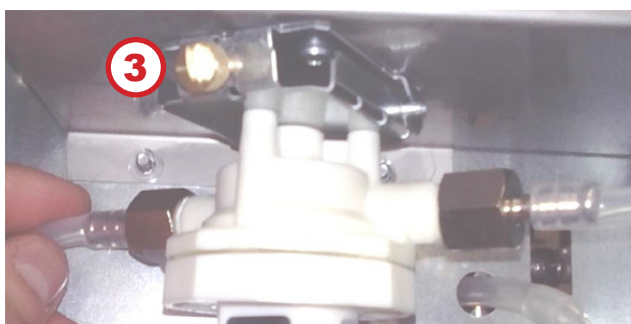

Рисунок 2.6
4. Отверните винт **(3)** (см.рис.2.6).